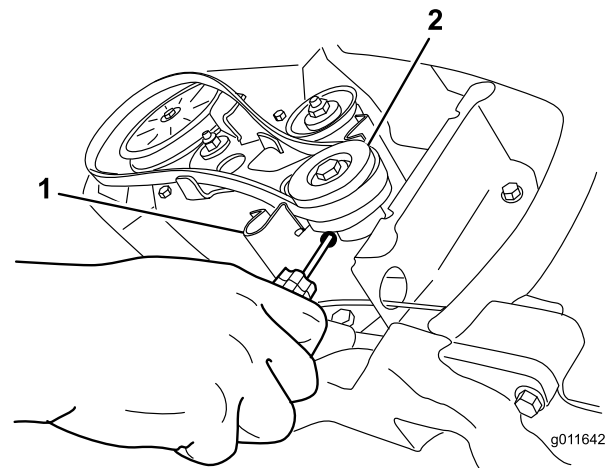

Figure 32
- Insérez un tournevis dans le trou du guide de courroie, comme montré à la Figure 32, et fléchissez le guide vers la poulie suffisamment pour permettre à la courroie de passer.